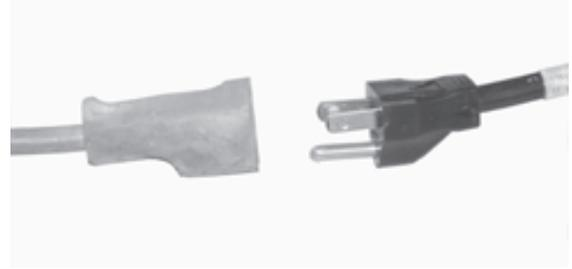

Figura 11.
1. Consulte la figura 11. Desconecte la fuente de alimentación.